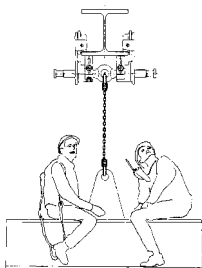

Fig. 3
- Het gebruik van het hijsgereedschap voor transport van personen is niet toegestaan (fig. 3).